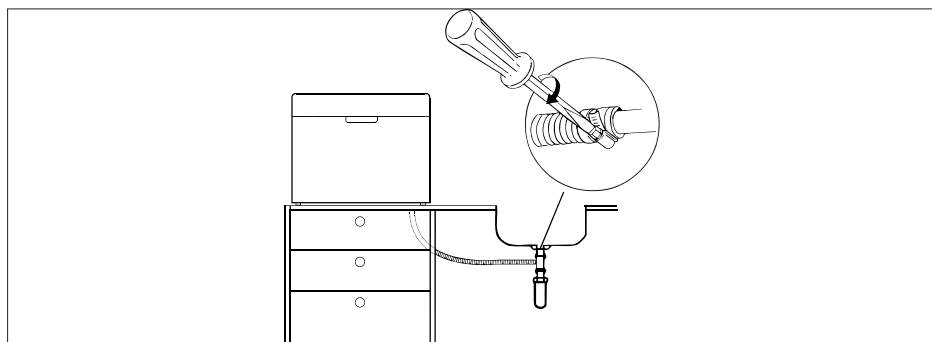

Afb. 6
- Sluit de afvoerslang aan op de sifon (voor wasmachines) van de afvoerpijp onder de gootsteen. Zorg voor voldoende verval van de waterafvoerslang. Het apparaat moet minstens 4 cm boven de afvoer worden geplaatst (zie **afb. 6, A**).
- ▶ U kunt de afvoerslang ook in een afvoerpijp steken. Hang de slang zodanig in de afvoerpijp dat deze niet kan losraken en dat het water ongehinderd direct naar beneden loopt (zie **afb. 6, B**).